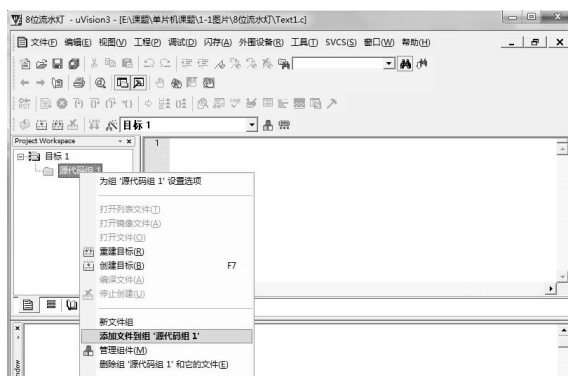

图 1-1-18 添加源代码步骤 1
(10) 选择“目标 1”下面的“源代码组 1”项, 单击鼠标右键, 弹出快捷菜单, 选择“添加文件到组‘源代码组 1’”, 如图 1-1-18 所示。